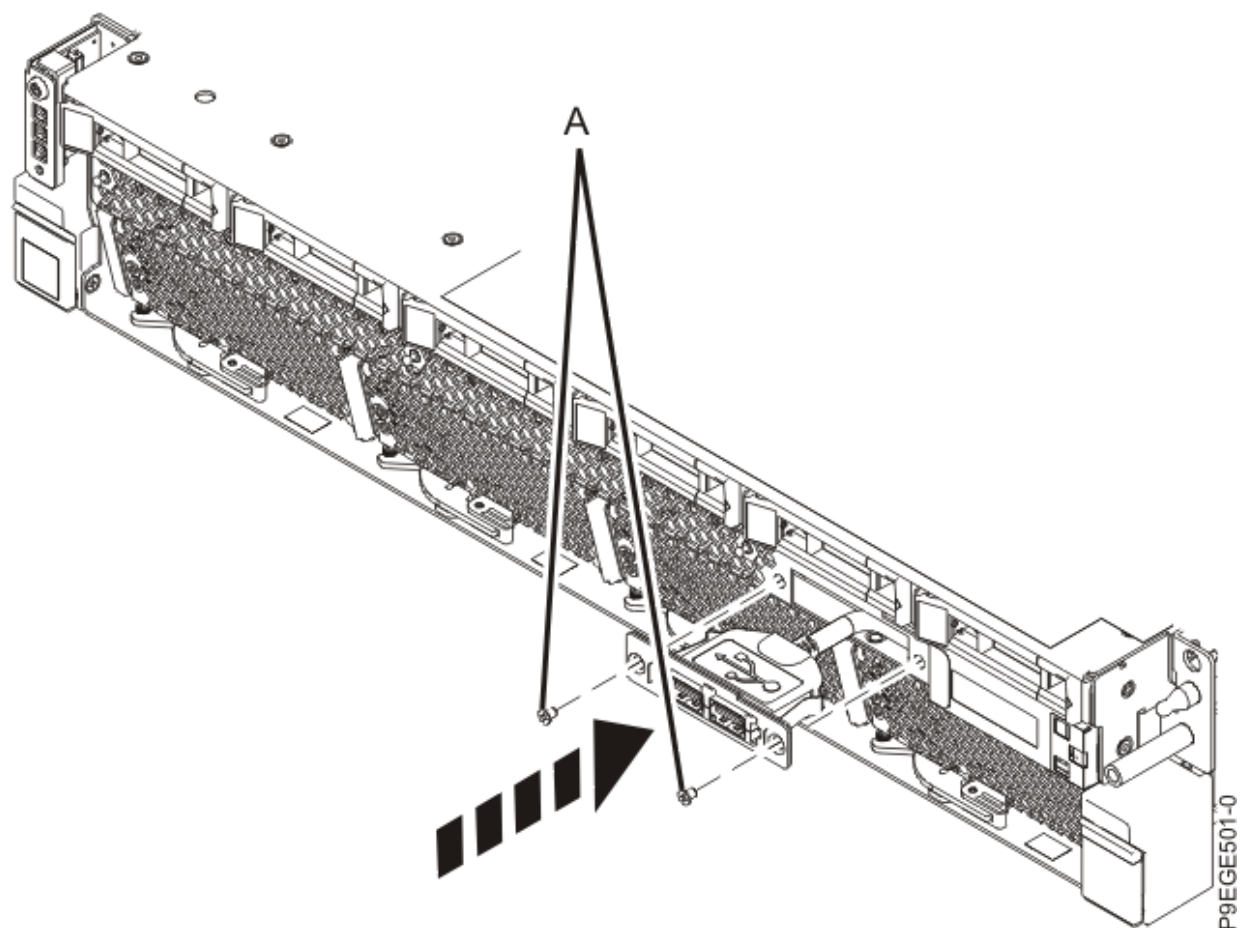

Figura 11. Inserció del cable frontal USB
3. Inserir el cable frontal USB a l'obertura de la part frontal del sistema. Substituir els cargols **(A)** tal com es mostra a la Figura 11 a la pàgina 13. Feu passar el cable pel xassís i pel costat dret del xassís del sistema.